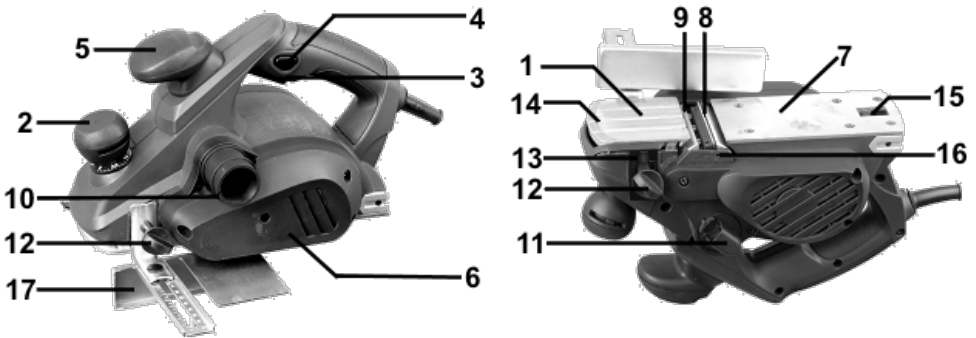

Рисунок 1
Для ввімкнення виробу спочатку натисніть кнопку блокування клавіші вимикача (4), а потім натисніть пускову клавішу (3, рисунок 1). Для відключення виробу клавішу (3) слід відпустити. Щоб обробка була найбільш ефективною, рекомендується закріплювати заготовку під невеликим кутом, а стругання здійснювати зверху вниз.